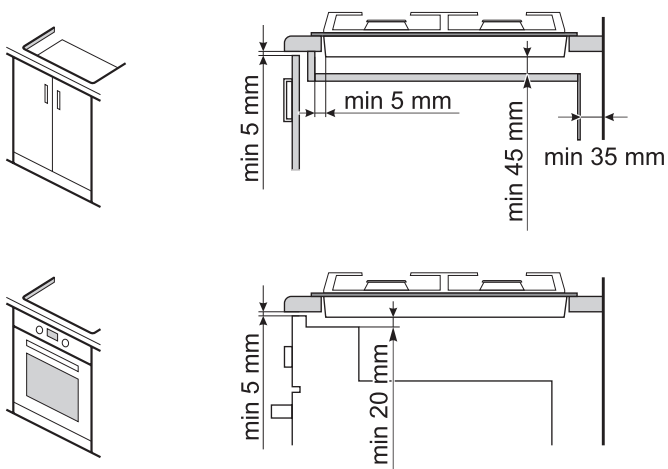

Рис. 6
6. При установке панели варочной необходимо обеспечить минимальные воздушные зазоры согласно рис. 6.